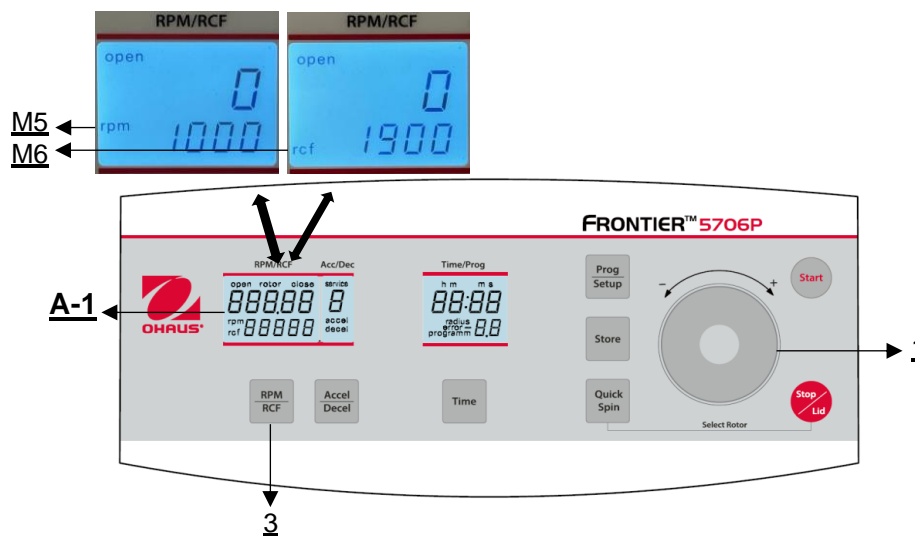

Figure 17
La présélection est activée par la touche "**RPM | RCF**" (3) (voir figure 17). En appuyant une fois sur la touche, le mot "**rpm**" (M5) clignote. En appuyant deux fois sur la touche, la présélection des forces centrifuges peut être sélectionnée. Le mot clignotant "**rcf**" (M6) apparaît alors. Vous pouvez régler les valeurs souhaitées à l'aide de la molette tactile (1). Sur l'écran (A-1), la valeur réglée est affichée en permanence, avant, pendant et après la course.